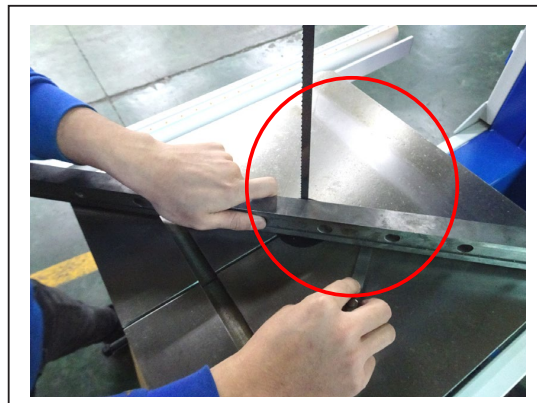

Figure 2
3. Lors du réglage de la table, la hauteur du bord de la table peut être supérieure à la position médiane d'environ 0,4 mm. Le bord ne peut pas être inférieur à la partie centrale de la table. (Reportez-vous à la Figure 2& 3.)